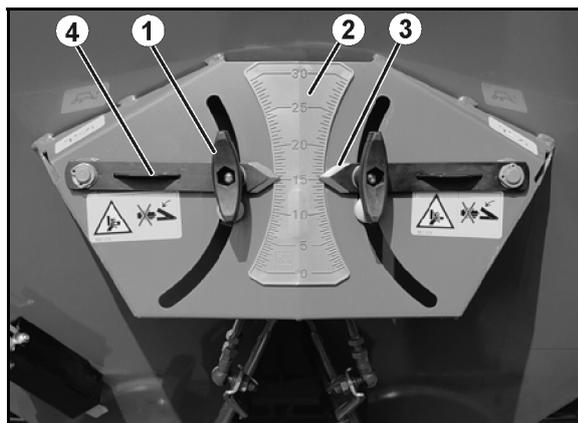

Fig. 60
2. Allentare il galletto (Fig. 60/1).
3. Cercare sulla scala (Fig. 60/2) il valore per la posizione delle paratoie, desunto dalla tabella di spargimento oppure calcolato con il dispositivo per prova di spargimento.
4. Regolare l'angolo di lettura (Fig. 60/3) delle due leve di regolazione (Fig. 60/4) in base a tale valore della scala.
5. Serrare nuovamente il galletto (Fig. 60/1).